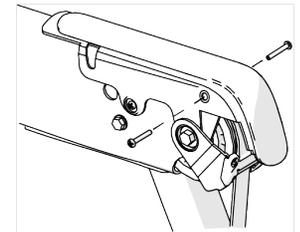

Abbildung 6
5. Entfernen und entsorgen Sie die beiden #10 x 3/4-Zoll-Kreuzschlitzschrauben, mit denen die obere hintere Ecke des inneren Kunststoffformteils am Ende des rechten Seitenarms befestigt ist (Abbildung 6).